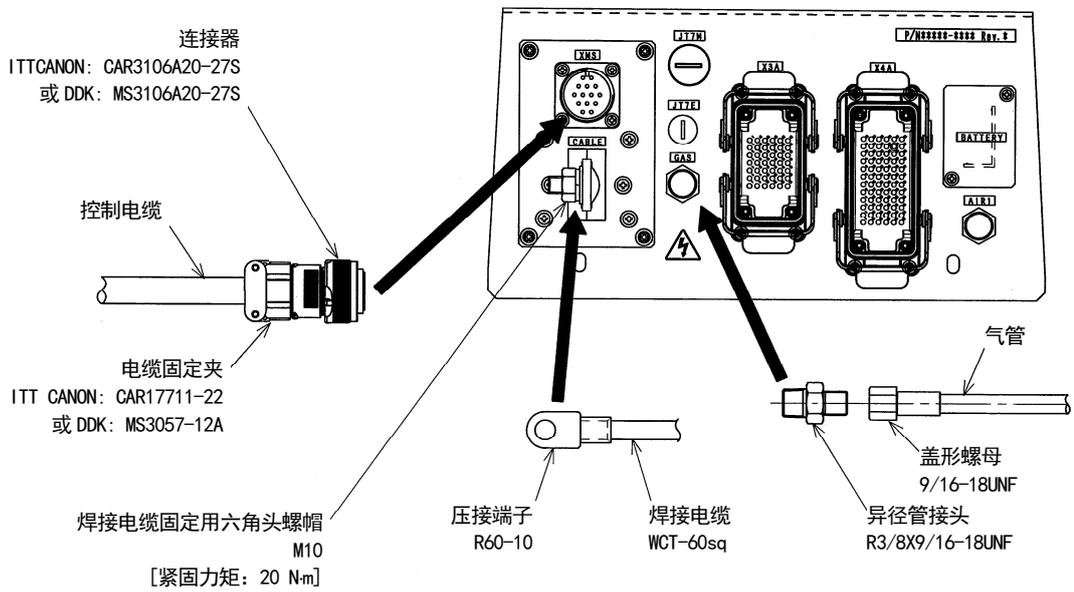

图 5.2 到后臂的配线·配管
5. 与机器人后臂的控制电缆、焊接电缆、气管的连接，请参考图 5.2 配线·配管。